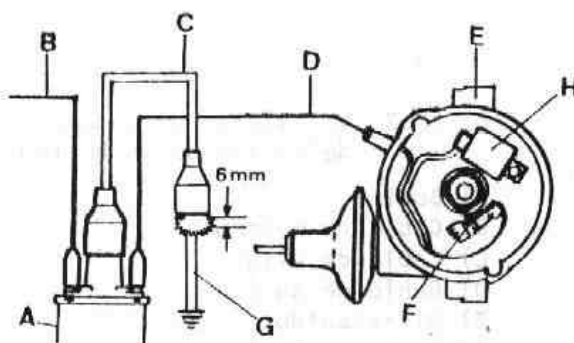

Fig. N2-4 Comprobación circuito secundario y condensador
- 3.1. Con el encendido conectado, mantener el cable de alta, C (Fig. N2-4) - de la bobina, A, a unos 6 mm. del bloque del motor, G. Abrir y cerrar los contactos del ruptor, F, y comprobar que salta la chispa.